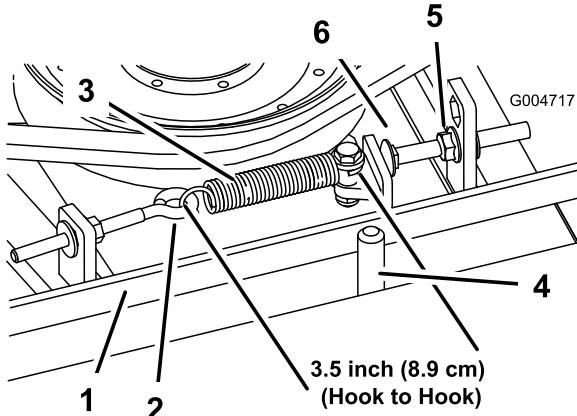

Figura 73
Quando la tensione è corretta, la misura interna della molla di prolunga (da gancio a gancio) deve essere circa 8,3 cm - 9,5 cm. Quando la tensione della molla è giusta, regolate il bullone di arresto (bullone a testa tonda) fino ad ottenere un gioco di 2 - 5 mm tra la testa del bullone ed il braccio di rinvio (Figura 73).
Nota: Verificate che la cinghia si trovi dal lato molla del guidacinghia (Figura 73).
- Allentate il bullone ad occhio per consentire la rimozione della molla di prolunga (Figura 73).
- Allentate il dado flangiato che fissa il bullone di arresto all'aleetta di montaggio e spostate la puleggia tendicinghia dalla cinghia per rilasciare la tensione (Figura 73).
- Collegate la molla di prolunga (Figura 73) al bullone ad occhio e tendete la cinghia come segue: